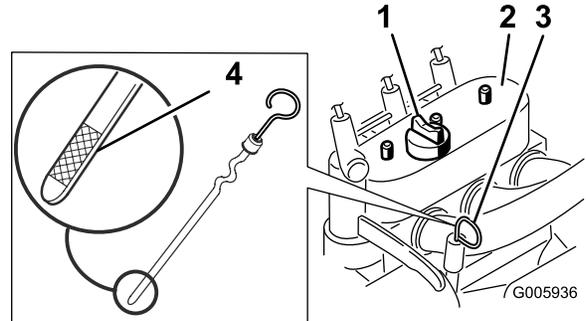

図 28
4. ディップスティック取り付け部の周辺をきれいにぬぐう 図 28。
5. ディップスティックを抜き、先端の金属部分 図 28 をウェスできれいに拭く。
6. ディップスティックを補給管の中にしっかりと差し込む 図 28。
8. 油量が少なければ、オイル補給口のキャップの周辺をきれいに拭き、キャップを外す 図 28。
11. オイル補給口のキャップ 図 28を取り、所要量の約 80% のオイルを、バルブカバーから入れる。